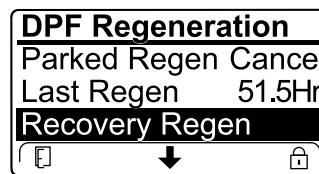

Figure 50
- Si le calculateur moteur n'a pas préconisé de régénération d'urgence et que vous défilez jusqu'à l'option RECOVERY REGEN (régén. d'urgence), la régénération d'urgence se verrouille et l'icône de verrouillage (Figure 50) apparaît en bas à droite de l'InfoCenter.